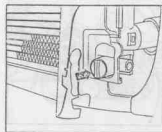

图 1-4 放掉发动机冷却液
4. 取下散热器上的螺塞堵,将发动机冷却液放掉,见图 1-4。